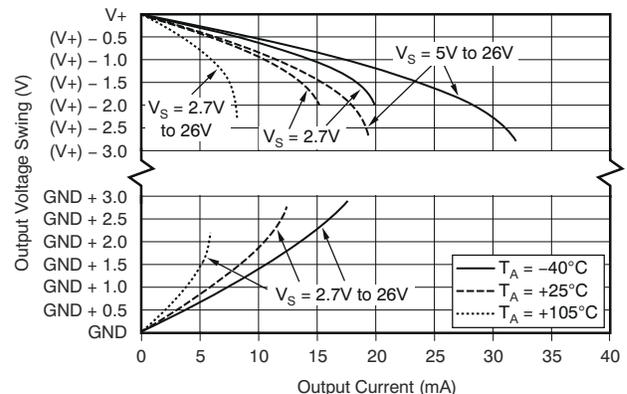

図 6-6. 出力電圧スイングと出力電流との関係
- (1) RTI = 入力換算。
- (2) 「代表的特性」の「出力電圧スイングと出力電流との関係」の曲線を参照してください (図 6-6)。